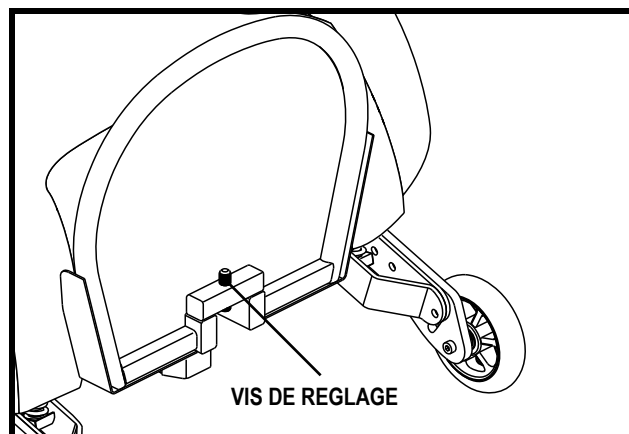

Figure 15. Réglage de l'angle du repose-pieds
1. Relevez le repose-pieds pour trouver l'emplacement de la vis de réglage. **Voir la figure 15.**